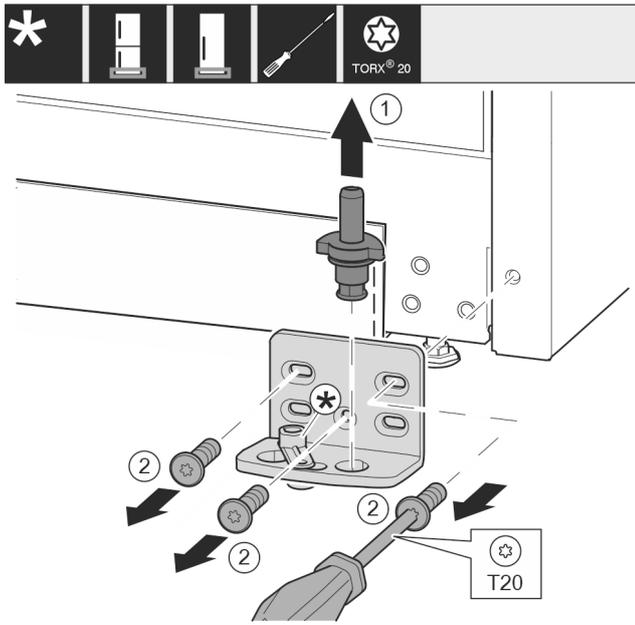

Fig. 13
- ▶ 将轴承螺栓 Fig. 13 (1)完全向上拉出。
- ▶ 将螺钉 Fig. 13 (2)用螺丝刀旋开并取下托架。